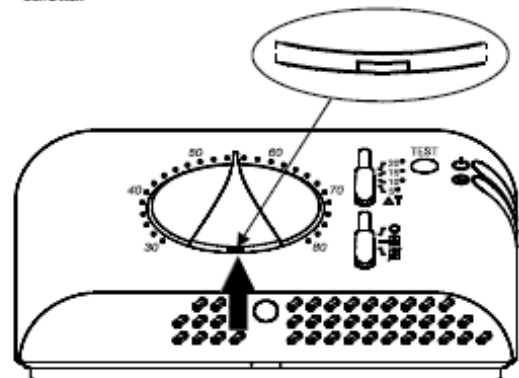

Fig. 3
- 2** Spostare entrambi gli slider completamente in basso e posizionare la manopola su 'OFF'; quindi sollevare la manopola facendo leva con un cacciavite nell'apposito invito, indicato dalla freccia in Fig. 3, facendo attenzione a non rigare la calotta.